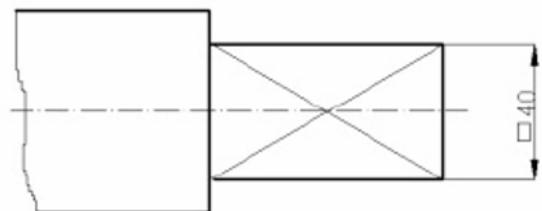

Fig. 11
- $\square$  – наносят перед размерным числом, указывающим сторону квадратного элемента, так что сторона квадратного значка равна примерно 5/7 номинальной высоте цифр (Рис. 11);